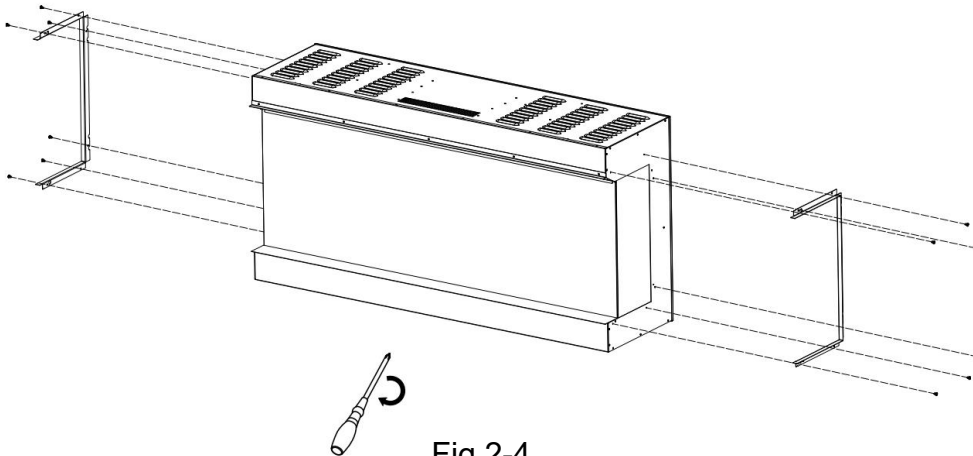

Fig.2-4
3. Befestigen Sie die Abdeckkleisten wieder, nachdem die Platten entfernt wurden. Abb.2-4